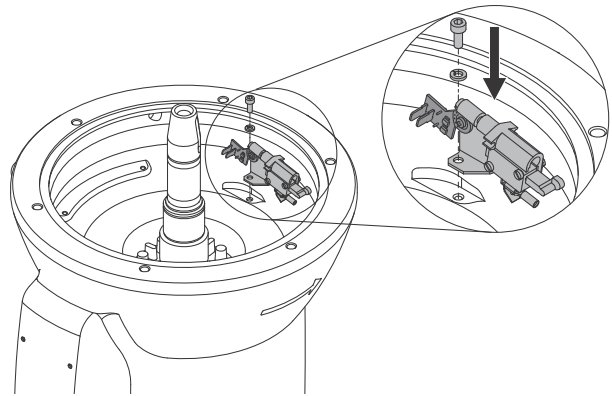

Рис. 15 Установка реле влажности
6. Закрепите реле влажности на кожухе статора (поз. 55). См. рис. 15.
2. Закрепите реле влажности (поз. 520) на кожухе статора с помощью винта и шайбы. См. рис. 15.